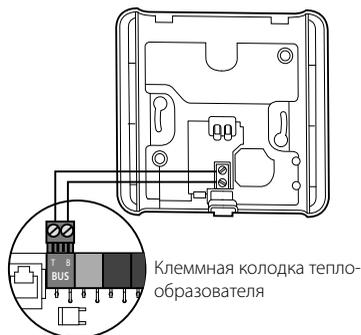

Рис. 13
- Подсоедините проводку регулятора температуры в помещении к зажимам шины, расположенным на клеммной колодке теплогенератора (Рис. 13).